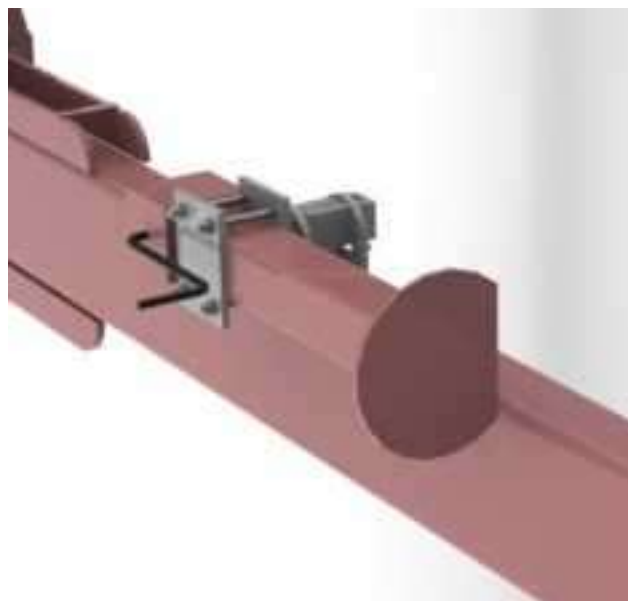

Рис. 15 Установка домкрата в транспортное положение
- 6 – Установить домкрат в проушины дышла (рис. 15)